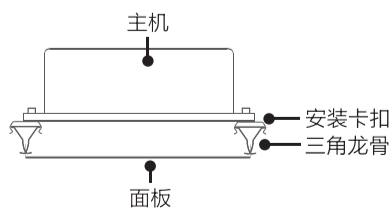

图4
- 4 将主机倒扣在龙骨上，使卡扣紧锁龙骨。托住面板，接好LED灯电线及显示板电线，然后将面板扣入龙骨。（如图4）